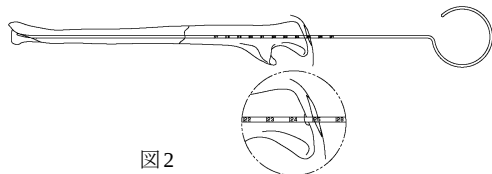

図 2
2) オープニングワイヤーを髓腔へ挿入し、髓腔長を測定します。（図 2）